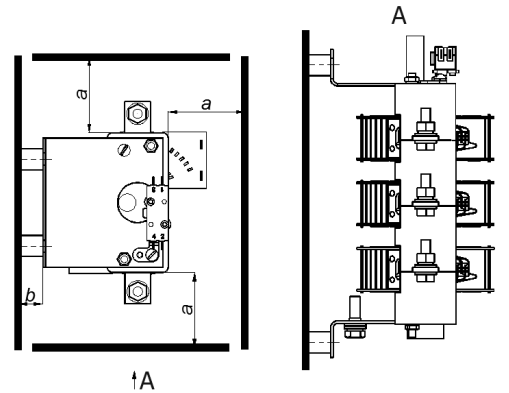

Рисунок 1- Минимально-допустимые расстояния от аппаратов до металлических частей
- 2.6 При встраивании аппаратов в металлические шкафы или ящики расстояние «b» (Рисунок 1) может быть уменьшено с применением прокладок из изоляционных материалов под установочной площадью аппарата.